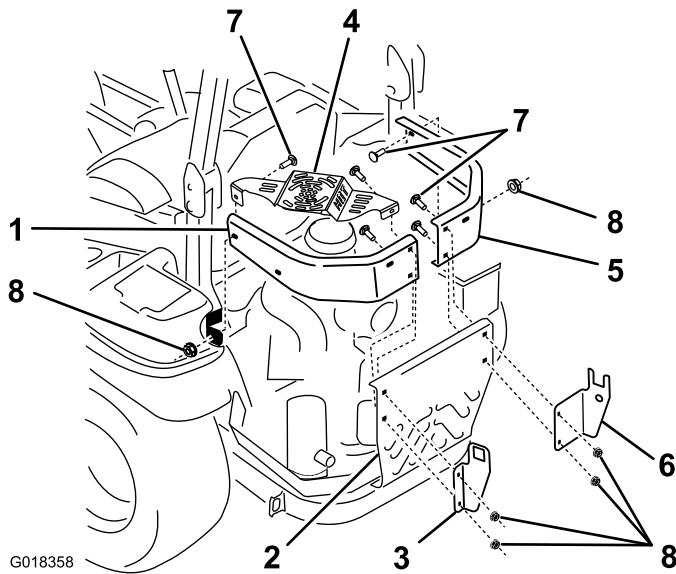

Figure 4
- Retirez les écrous et boulons qui fixent le pare-chocs gauche et le pare-chaleur du silencieux au châssis et à la protection centrale du moteur, comme illustré à la Figure 4.
- Alignez le nouveau pare-chocs latéral gauche sur le point de montage avant situé sur le châssis et les points de montage situés sur la protection centrale du moteur (Figure 4).
- Alignez la bride de montage (avec 2 trous) du support de cadre gauche sur la gauche, comme montré à la Figure 4.
- Alignez les trous du support de cadre gauche et les trous arrière du pare-chocs latéral gauche sur les trous de la protection centrale du moteur (Figure 4).
carrosserie (3/8 x 1-1/4") et un écrou à embase (3/8") (Figure 4).
- Positionnez le pare-chaleur du silencieux avec les brides de montage à l'intérieur du pare-chocs gauche (Figure 4).
- Alignez les trous pour le support de cadre gauche, le pare-chocs gauche et la protection du silencieux sur le trou supérieur de la protection centrale du moteur (Figure 4).
- Fixez légèrement le support, le pare-chocs et le pare-chaleur du silencieux dans le trou supérieur de la protection centrale du moteur avec un boulon de carrosserie (3/8 x 1-1/4") et un écrou à embase (3/8") (Figure 4).
- Alignez les trous avant du pare-chocs gauche et de la protection du silencieux sur le point de montage avant du châssis (Figure 4).
- Fixez le pare-chocs et le pare-chaleur au point de montage avec un boulon de carrosserie (3/8 x 1-1/4") et un écrou à embase (3/8") (Figure 4).
- Alignez le nouveau pare-chocs latéral droit sur le point de montage avant situé sur le châssis et les points de montage situés sur la protection centrale du moteur (Figure 4).
- Alignez la bride de montage (avec 2 trous) du support de cadre droit sur la gauche, comme montré à la Figure 4.
- Alignez les trous du support de cadre droit et les trous arrière du pare-chocs latéral droit sur l'arrière de la protection centrale du moteur (Figure 4).
- Fixez légèrement le support et le pare-chocs à la protection centrale du moteur avec 2 boulons de carrosserie (3/8 x 1-1/4") et 2 écrous à embase (3/8") (Figure 4).
- Alignez le trou avant du nouveau pare-chocs droit sur le point de montage avant du châssis (Figure 4).
- Fixez le pare-chocs au point de montage avec un boulon de carrosserie (3/8 x 1-1/4") et un écrou à embase (3/8") (Figure 4).